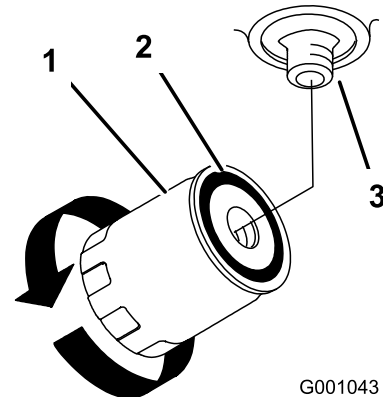

Figura 77
4. Spalmate un velo di fluido idraulico sulla guarnizione di gomma del filtro di ricambio (Figura 77).
7. Riempite il serbatoio con fluido idraulico finché questo non fuoriesce dal filtro, quindi girate il filtro in senso orario fin quando la guarnizione di gomma non tocca l'adattatore del filtro; a questo punto serrate il filtro girandolo di un altro mezzo giro (Figura 77).